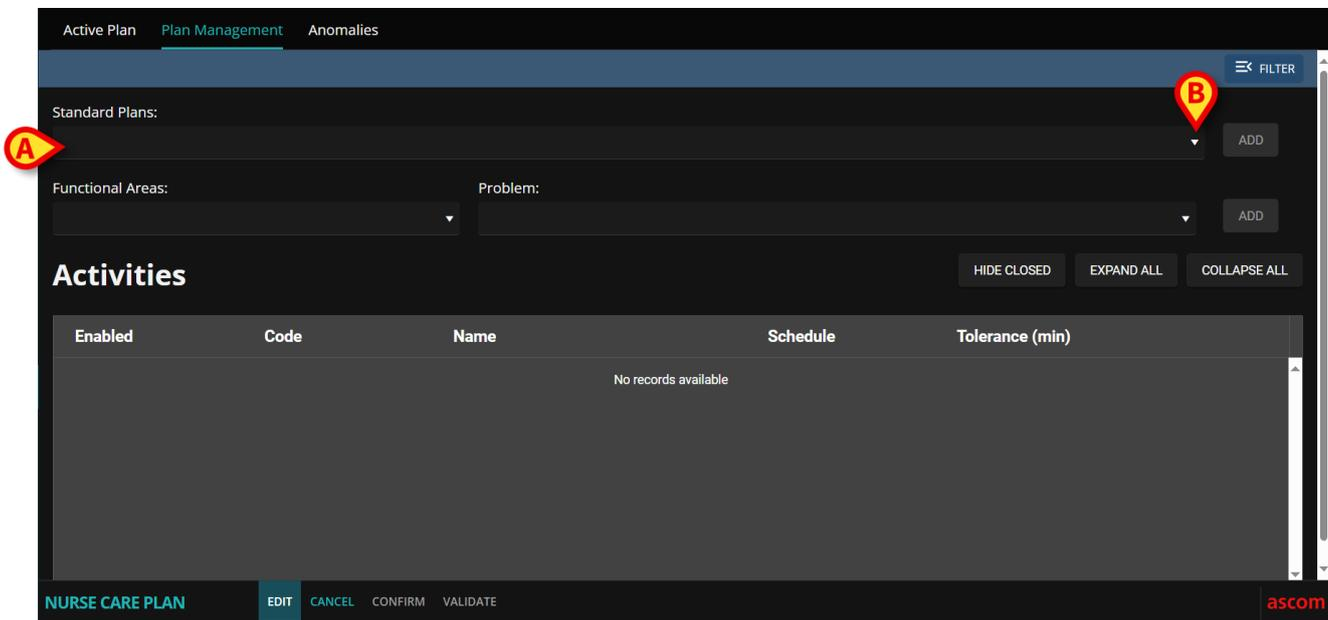

Fig 17
Si no hay ninguna actividad presente en el plan del paciente, la pantalla cambia de la siguiente manera (Fig 17).
El campo "Standard Plans" (Planes estándar) está disponible (Fig 17 **A**).
- Pulse el botón  situado a la derecha (Fig 17 **B**) para mostrar las opciones disponibles en un menú desplegable (Fig 18).